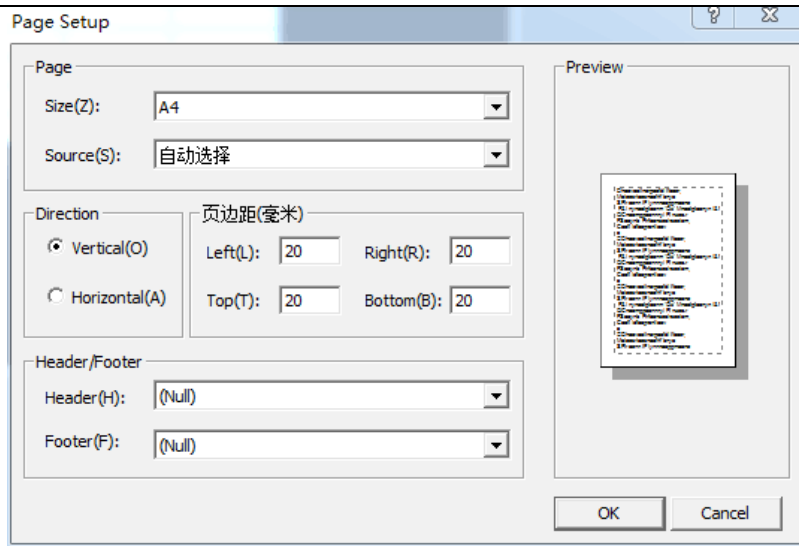

图 8-10
- 4、当系统处于运行状态时，单击此按钮，弹出“页面设置”对话框，如图 8-10 所示。